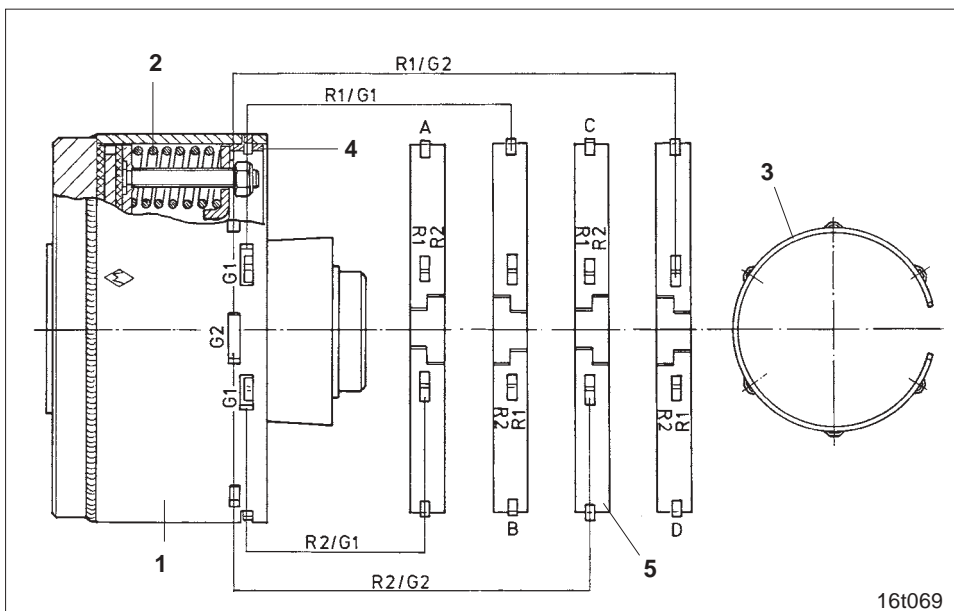

Fig. 19.17
Mit zunehmendem Federdruck (Fig. 19.17/2) erhöht sich das Drehmoment. Der Federdruck wird mit einem Stellring (Fig. 19.17/3) eingestellt. Dieser Stellring (Fig. 19.17/4) ist im Gehäuse der Reibkupplung befestigt. Der Stellring (Fig. 19.17/4) kann in vier Stellungen im Gehäuse eingesetzt werden, und zwar in den Stellungen „A“ bis „D“ (siehe Fig. 19.17). Im Gehäuse wird der Stellring entweder mit der Stirnseite „R1“ oder „R2“ außenliegend in den Gehäuseöffnungen G 1 oder G 2 befestigt (siehe Tabelle).
Serienmäßig ist der Stellring bei einem Drehmoment von 1550 Nm in Stellung „C“ montiert. Der Stellring (Fig. 19.17/5) ist in den Gehäuseöffnungen G 2 befestigt.
3. Stellring (Fig. 19.17/4) demontieren und in der richtigen Stellung (siehe Tabelle) im Gehäuse der Reibkupplung wieder einsetzen. In unserem Beispiel ist der Stellring (Fig. 19.17/5) in Stellung „D“ zu bringen und in den Gehäuseöffnungen G 2 zu befestigen.